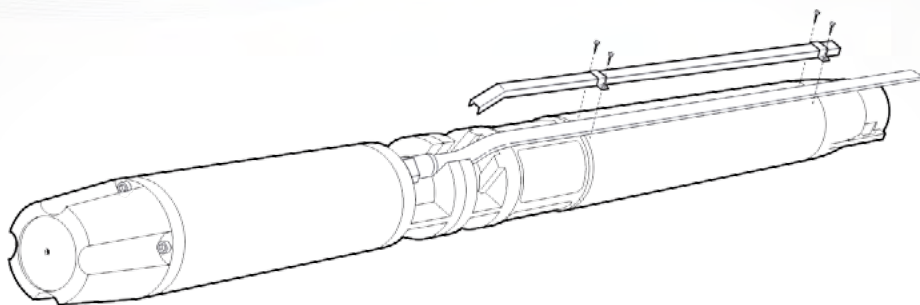

Figura 6: Guarda-cabos.
- Ajuste os cabos elétricos para fora da bomba e proteja-os com o guarda-cabos (figura 6).